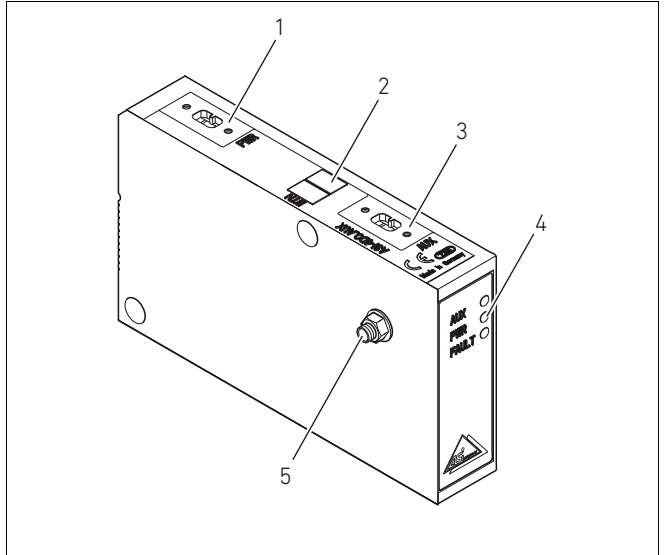

Fig. 5: Coupleur de bus, exemple 4DO-AUX
A la livraison, la vis pour le raccord FE est vissée dans l'embase terminale EP du VS HF04. Cependant, le raccordement FE (2) peut également être effectué au choix sur l'embase terminale ou directement sur l'AS-i (voir Fig. 4 à la page 100 et Fig. 5 à la page 101).
- Pour cela, dévisser la vis pour le raccord FE (1) de l'embase terminale EP du VS et la visser au raccord FE de l'embase terminale E (2) ou directement dans l'AS-i. Puis établir la connexion à la mise à terre.
- Relier le raccord FE de l'embase terminale E (2) à la terre ou directement au coupleur de bus (voir Fig. 4 à la page 100 et Fig. 5 à la page 101).